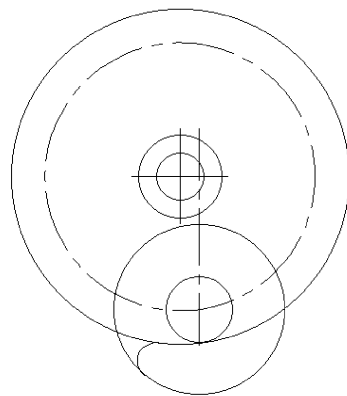

图 2-66 绘制 R10mm 的圆弧
5) 绘制 R10mm 的圆弧。单击圆弧按钮，在弹出的立即菜单中选择【两点_半径】选项，按空格键，在弹出的工具点菜单中选择【切点】选项，拾取 R90mm 的圆；按空格键在弹出的工具点菜单中选择【切点】，拾取 R46mm 的圆，输入“10”，按回车键，操作结果如图 2-66 所示。
6) 绘制 R58mm 的圆弧。单击圆弧按钮 ，在弹出的立即菜单中选择【两点_半径】选项，按空格键，在弹出的工具点菜单中选择【切点】选项，拾取 $\phi 45\text{mm}$ 的圆；按空格键，在弹出的工具点菜单中选择【切点】选项，拾取 R18mm 的圆，输入“58”，按回车键，操作结果如图 2-66 所示。